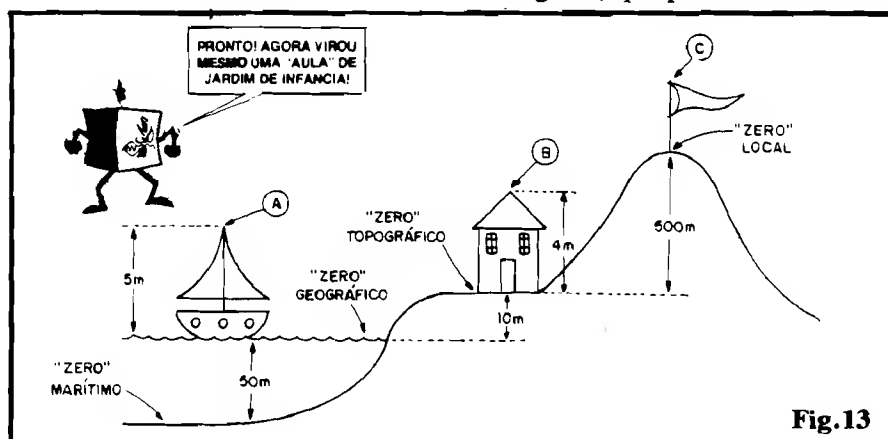

Fig. 13
- FIG. 13 - A QUESTÃO DO "REFERENCIAL" - Ao longo das explicações prático-teóricas sobre as medições das Tensões, e sobre os "degraus" em que a "voltagem se divide" nos arranjos circuitais, falamos várias vezes sobre o "referencial", "linha de negativo", "linha de "terra", "zero da Tensão", etc. Para aqueles Leitores/"Alunos" que ainda não conseguiram compreender com clareza esses conceitos fundamentais, vamos dar uma analogia que - nos parece - permitirá eliminar completamente as dúvidas que tenham "sobrado"... O "nó" da questão encontra-se em entender que (de novo, explicamos...) enquanto uma medição de CORRENTE faz uma avaliação nítida e definitivamente quantitativa, numa medição de TENSÃO a avaliação é nitidamente comparativa (embora, para uso prático, sempre "traduzida" em números...)! Assim, se Você, Leitor/"Aluno", tem 1,72 m de altura, e um amigo seu tem 1,90 m, ao serem vistos juntos, podemos estabelecer um nítido parâmetro de altura simplesmente dizendo que "o seu amigo é 18 cm. mais alto do que Você..." (estamos usando como "referencial" a sua altura...). Já, se quisermos usar como referencial o chão, teremos que dizer: "Você tem 1,72 m e o seu amigo tem 1,90 m...". Tudo, portanto, se resume em qual nível ou base foi usado como "zero" para a avaliação! Vamos ampliar a analogia, de modo que os Leitores/"Alunos" possam ainda melhor "pegar a coisa"... Observem a fig. 13, que parece um desenho